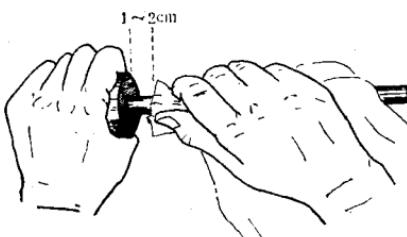

图14
① 将端头经烧钝的玻璃管包上毛巾，如（图14）所示，两手分别拿住玻璃管和橡皮塞，并保持两手之间的距离不超过1～2厘米，小心地边旋转玻璃管边钻进去。